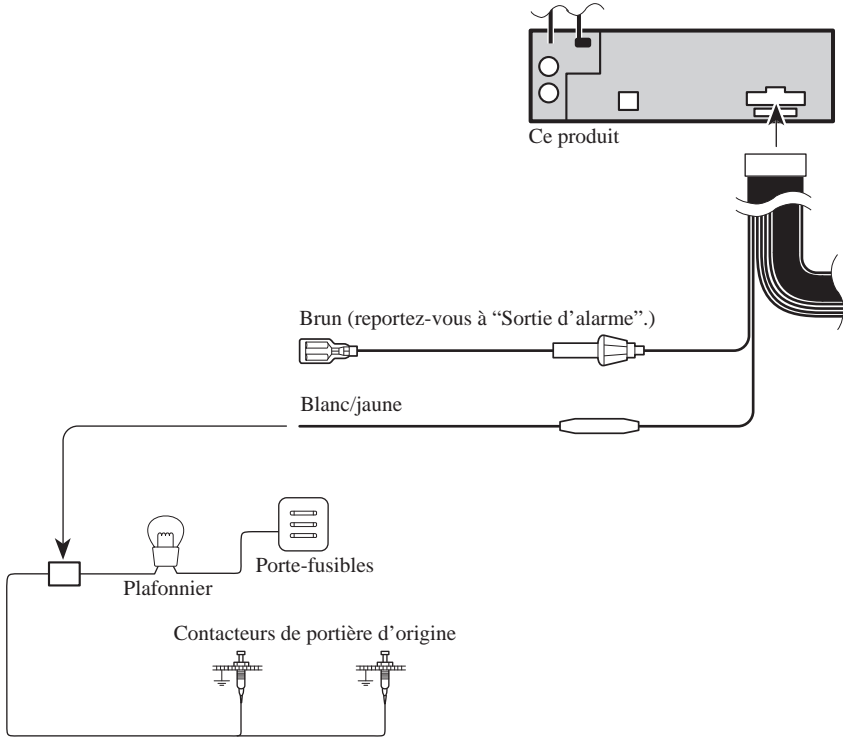

Fig. 3
- **Blanc/jaune (Contacteur de portière, DOOR SWITCH)..... (Fig. 3 et 4)**